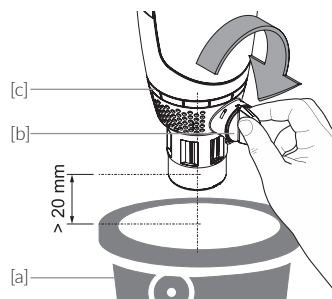

Abb. 8.1
Von Oberkante Auffanggefäß [a] bis Unterkante Ablauftrichter muss nach **DIN EN 1717** ein Mindestabstand von 20 mm vorliegen (Abb. 8.1).
- / Rückspülgriff [b] in Pfeilrichtung um 90° (Abb. 8.1) drehen und den Rückspülvorgang starten
- / zur Druckentlastung gemäß Kapitel 8 Rückspülung, Abb. 8.1 den Rückspülgriff [b] 90° in Pfeilrichtung drehen